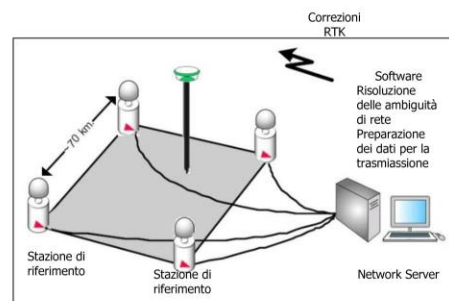

Figura 3 – Principio di funzionamento dell'RTK di rete
- usa i dati provenienti da tutte le stazioni di riferimento (o un sottoinsieme di esse) per generare le correzioni da inviare poi al *rover* (figura 3).